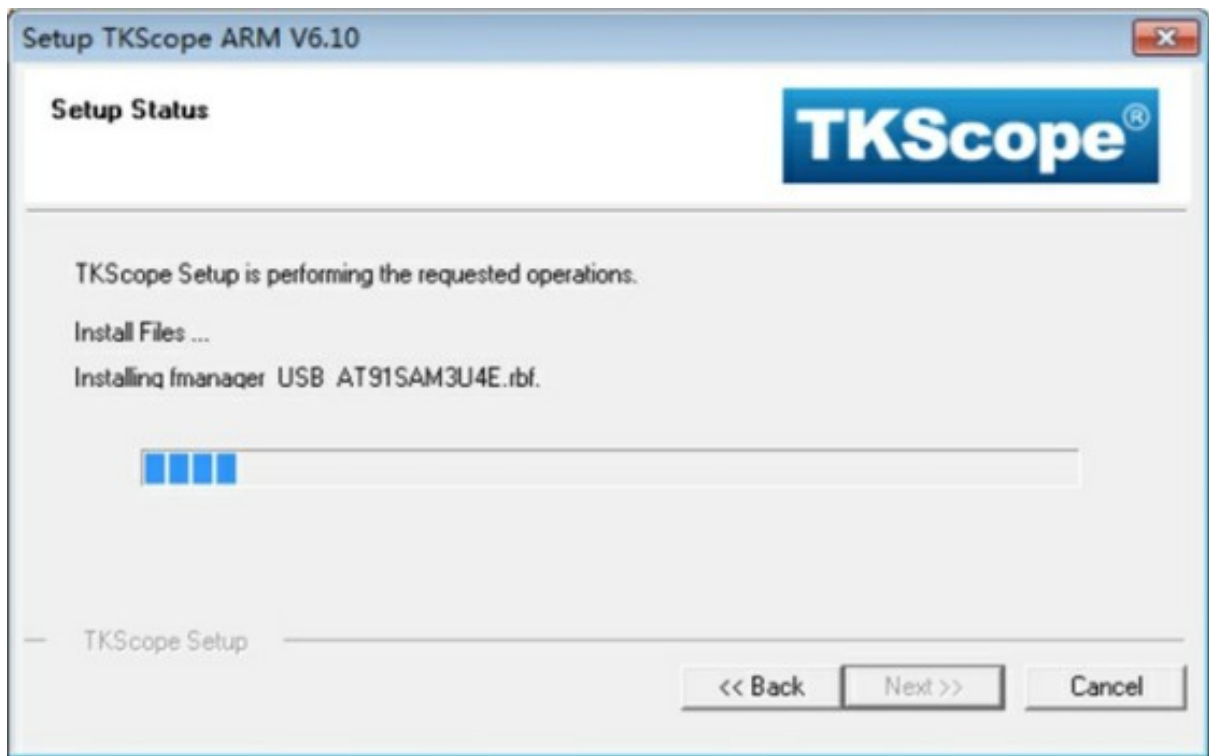

图 40: TKScope ARM 安装进行中
(6) 接下来, TKScape ARM 便开始安装, 如 图 40 所示。